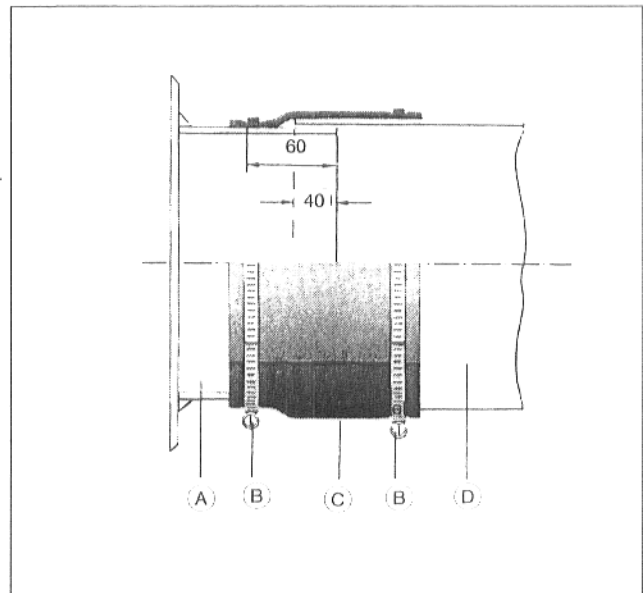

Abb. 5
- Spannbänder (B) auf Abgasrohr (D) schieben.
- Abgasrohr (D) ca. 40 mm auf Kesselrohrstutzen (A) stecken.
- Abgasrohr-Abdichtungsmanschette (C) anlegen.
- Spannbänder (B) über Abdichtungsmanschette schieben und anziehen (Abb. 5).